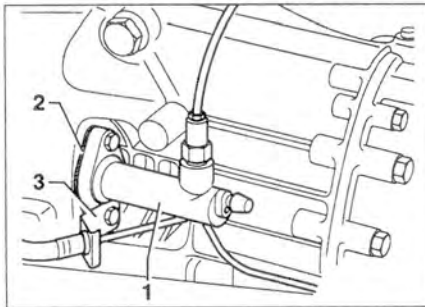

Рис. 5.79. Отсоедините и снимите рабочий цилиндр сцепления 1 и кронштейн 3 от коробки передач, снимите уплотнительную прокладку 2.
13. Отсоедините и снимите рабочий цилиндр сцепления **1** и кронштейн **3** от коробки передач, снимите уплотнительную прокладку **2** (рис. 5.79).